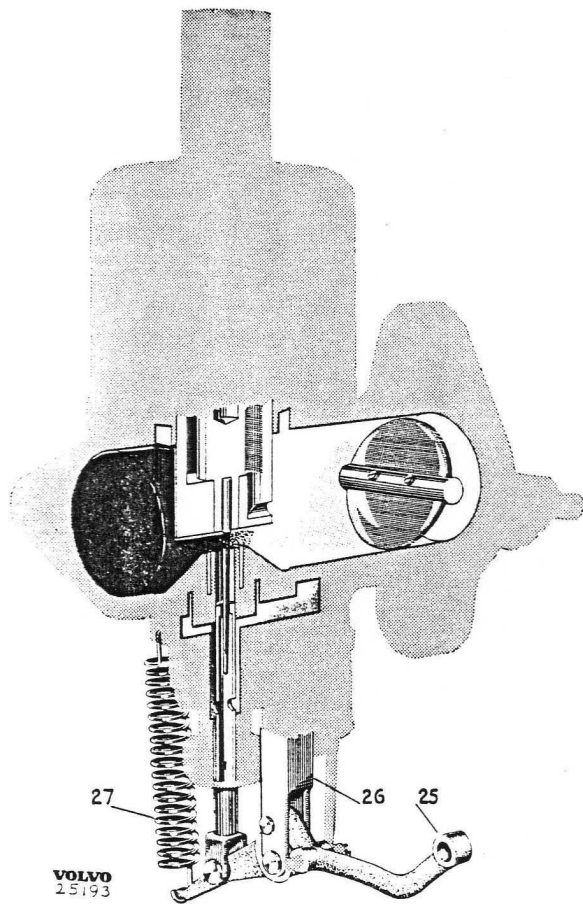

Bild 1-21. Kaltstart
Innerhalb der Halteringsringe liegt eine Feder (17), deren Druck auf zwei Dichtungsscheiben mit den Stopfbuchsen (13 und 19) gerichtet ist, wodurch jegliches Durchsickern von Kraftstoff an der Düse unterbunden wird. Beim Anlassen eines kalten Motors wird das äussere Ende des Düsenhebels (25, Bild 1-21) durch ein Kontrollsystem nach oben gezogen, wodurch die Bewegung auf das Gelenk (26) übertragen wird, so dass die mit dem Gelenk verbundene Düse nach unten gezogen wird. Diese Bewegung ist durch eine